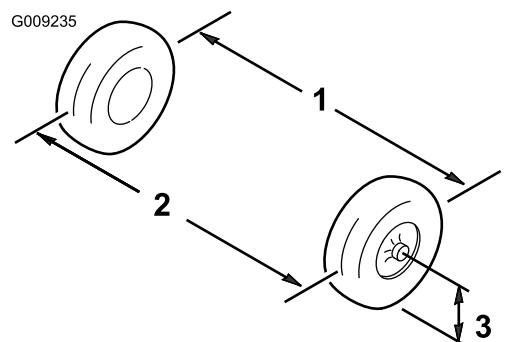

Bild 54
1. Messen Sie den Abstand zwischen beiden Vorderreifen auf Achshöhe (an der Vorder- und Rückseite der Vorderreifen) (Bild 54).